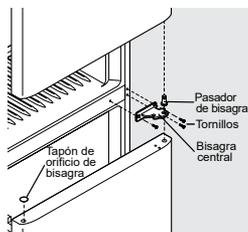

figura 3
- Desenrosque el pasador de la bisagra central con una llave ajustable y déjelo a un lado (consulte la figura 3).
- Retire los 3 tornillos de la bisagra central con un destornillador Phillips y coloque la bisagra central a un lado (consulte la figura 3).